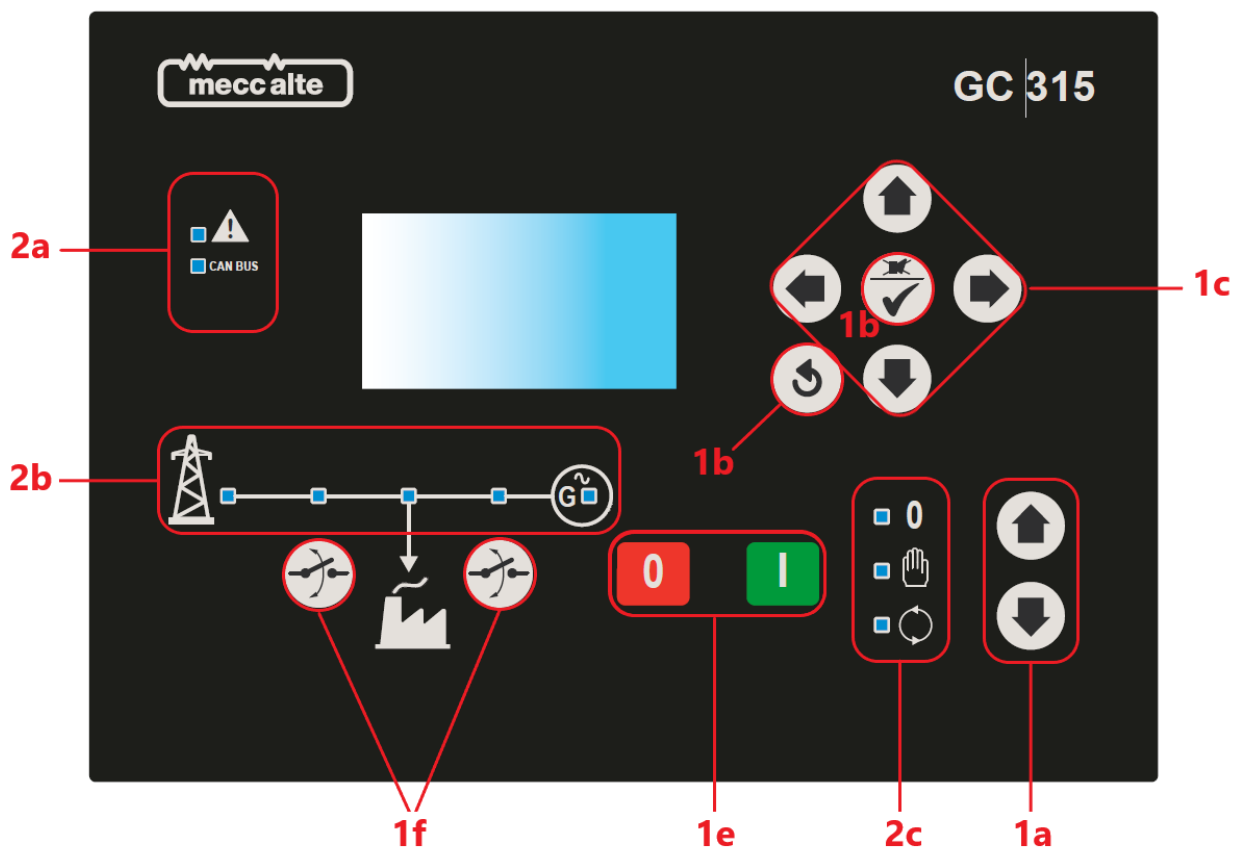

Fig. 1 – Pannello Frontale GC315x
8.3 Pulsanti (riferimento alla fig. 1 e 2)
8.4 Spie di segnalazione (riferimento alla fig. 1 e 2)